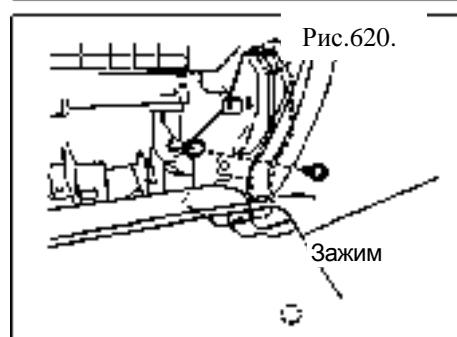

Рис.620.
- (b) Снимите винты воздуховода (рис.620).**